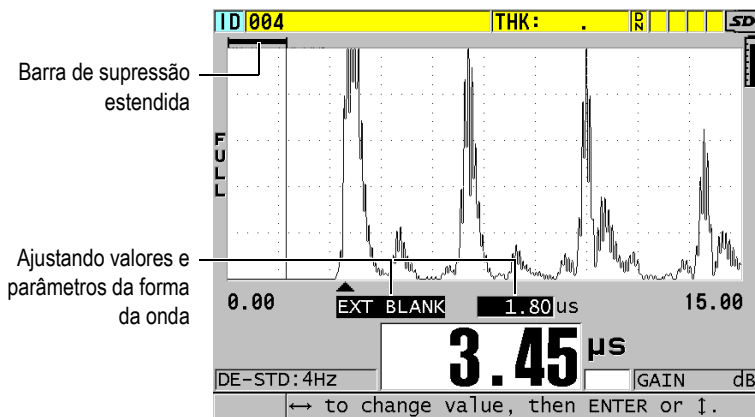

Figura 10-2 Ajustar o comprimento da supressão estendida
O parâmetro de ajuste da forma de onda e seu valor são exibidos na tela de medição (consulte Figura 10-2 na página 164).
- Use as teclas [▶] ou [◀] para aumentar ou diminuir respectivamente o valor da supressão até que os ecos indesejados iniciais sejam eliminados da detecção. A barra horizontal localizada na parte superior esquerda da tela indica o comprimento da onda da supressão estendida (veja Figura 10-2 na página 164).